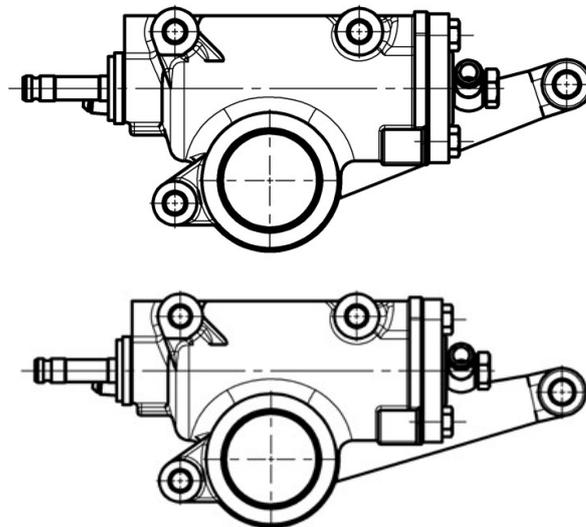

Рис. 6.23. Установка рулевой сошки
5. Установить рулевую сошку на зубчатое зацепление, как показано на Рис. 6.23.